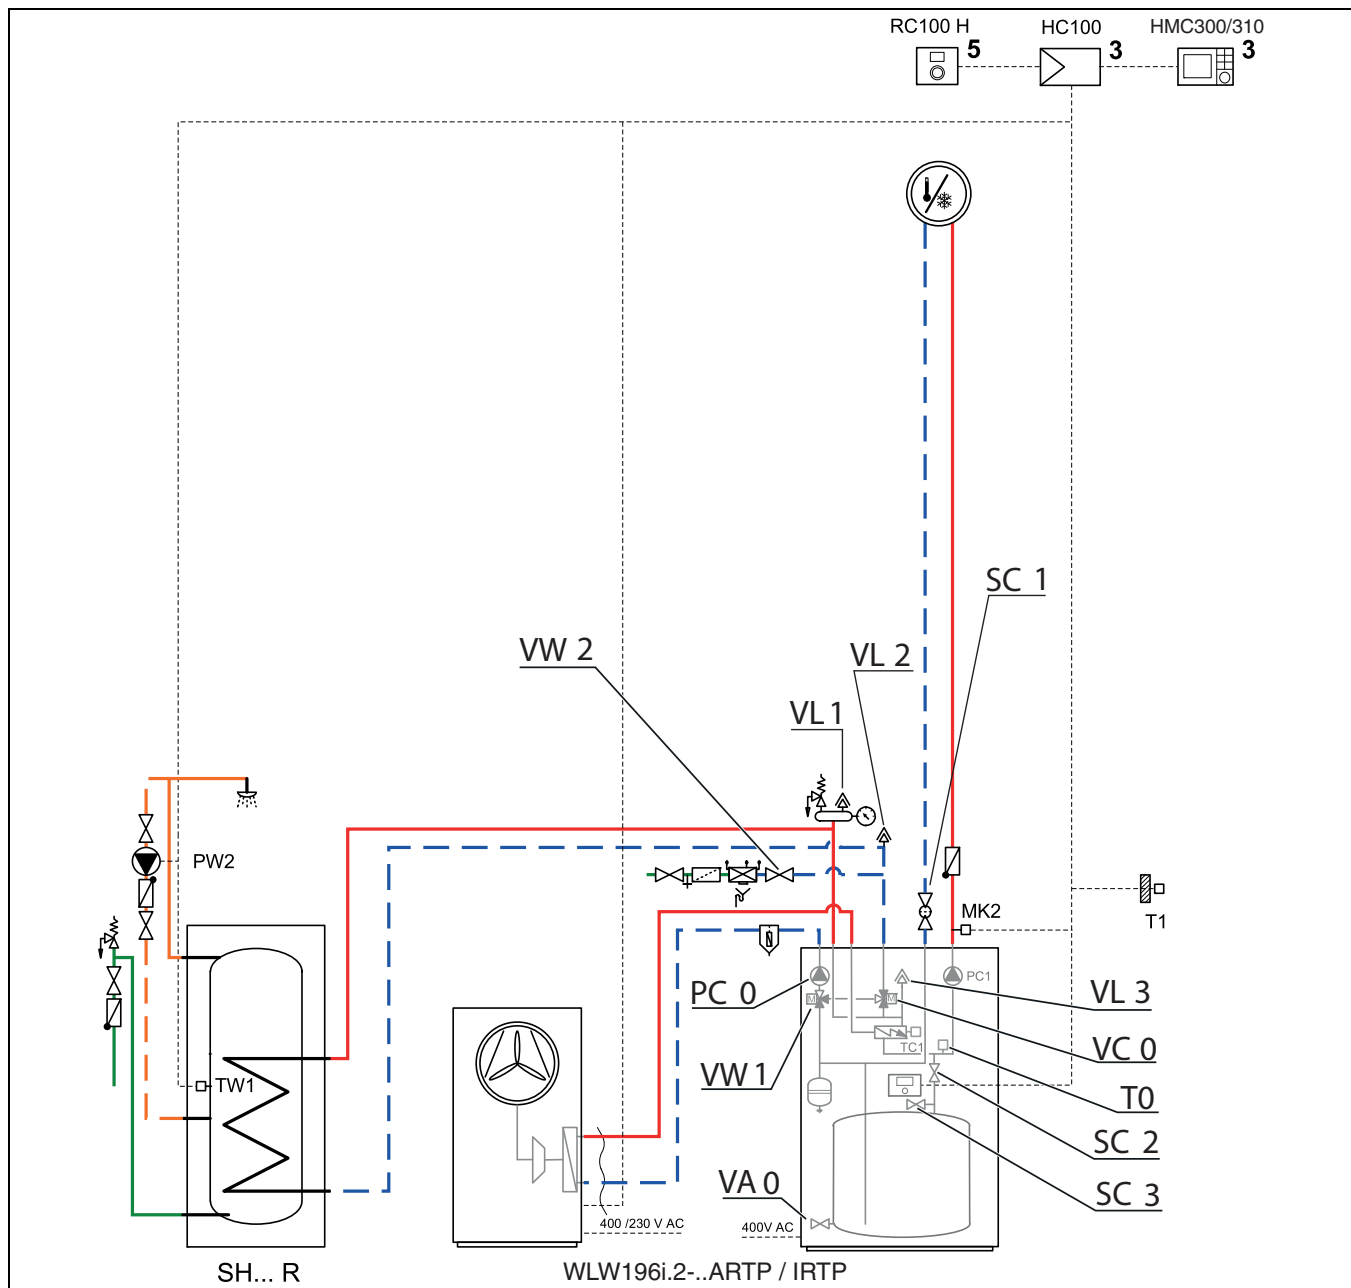

Bild 22 Inneneinheit und Heizungsanlage
2. Automatisches Entlüftungsventil VL1, VL2 und VL3 (→fig. 22) durch Abschrauben der Kappen öffnen.
3. Filterventil SC1 schließen, Absperrventil SC2 (→fig. 22) schließen und sicherstellen, dass sich VW1 (→fig. 22) in der Position (B) für Zentralheizungsbetrieb befindet.
4. Ein Ende eines Schlauchs an den Entleerhahn VA0 (→fig. 22), das andere Ende an einen Abfluss anschließen.
5. Kleinen Entleerhahn öffnen SC3 (→fig. 22).